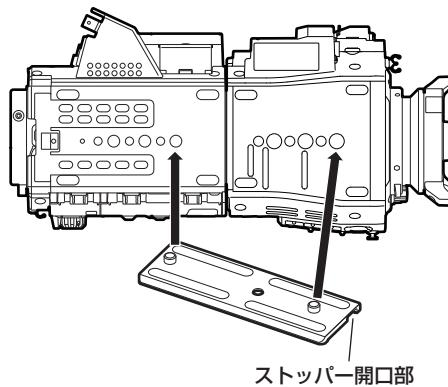

図2
- 3 スライドレールのストッパー開口部をカメラ本体の前方向に向け、カメラ底面に付属のねじ(2本)で図に示したねじ穴にしっかりと取り付ける。(図2)